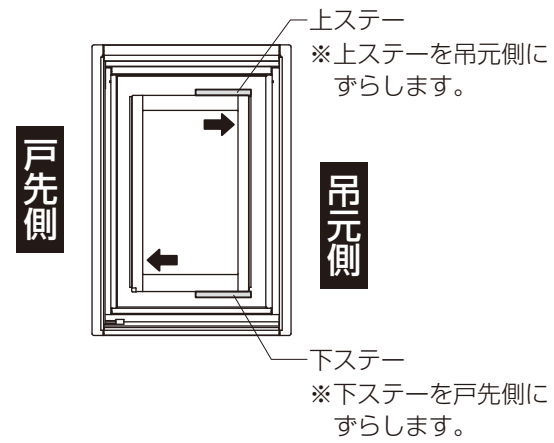

図1
- ①本取付け説明書の最後に墨出しシートがあります。切り取って【図1】の位置で仮止めテープで仮止めしてください。サイズにより位置が異なります。【表1】を参照ください。
- ②下穴位置を墨出した後、 $\phi 3.5$ のドリルで下穴を2カ所あけます。
■【図1】アーム取付け位置
※上・下のステーの固定穴は長穴になっています。戸先が下がっている場合は、図1のようにステーの位置を調整してください。